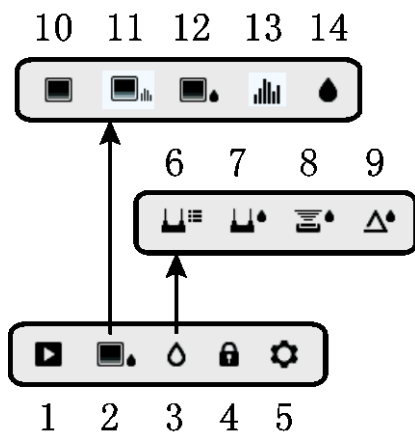

Рис. 4-2. Значки меню
Представленная ниже схема меню подробно рассмотрена в последующих разделах этого руководства. Чтобы открыть и настроить один из предусмотренных режимов работы, используйте кнопку выбора (посередине) и четыре (4) кнопки навигации. См. рис. 4-2.
Главное меню включает значки 1-5 (см. рис. 4-2). Нажмите кнопку выбора, чтобы войти в главное меню.
Значки 6-9 (см. рис. 4-2) доступны в **меню режимов измерения влажности**. Для отображения списка режимов измерения влажности нажмите значок 3. Синяя точка отображается слева от значка (7), если выбран штыревой режим, или слева от значка (8), если выбран бесштыревой режим.
Значки 10-14 (см. рис. 4-2) доступны в **меню режимов изображения**. Для входа в меню режимов изображения нажмите значок 2.